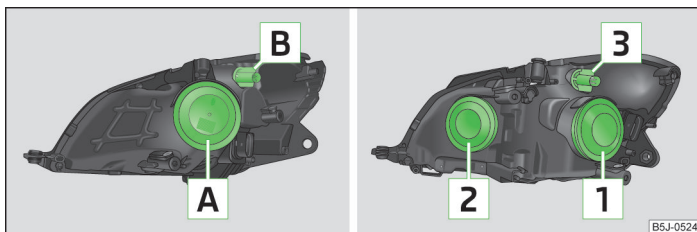

Fig. 154 Disposition des ampoules : phares halogène/phares-projecteurs halogène
- Retirez le recouvrement en caoutchouc **A** » fig. 154 à la page 203.
- Retirez le cache en caoutchouc **[1]** » fig. 154 à la page 203.
- Retirez le cache en caoutchouc **[2]** » fig. 154 à la page 203.
- Poussez la douille **[B]** » fig. 154 à la page 203 ou la douille **[3]** jusqu'à la butée en sens **antihoraire** et retirez-la avec l'ampoule du clignotant.
- Retirez le recouvrement en caoutchouc **[A]** » fig. 154 à la page 203 ou **[2]**.